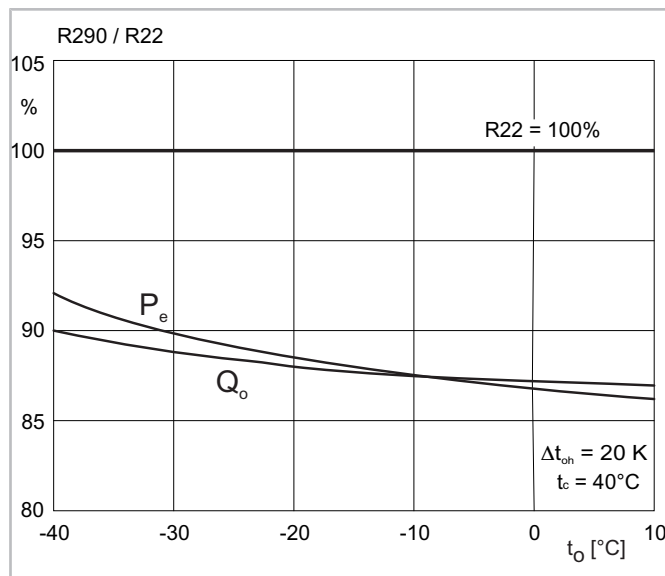
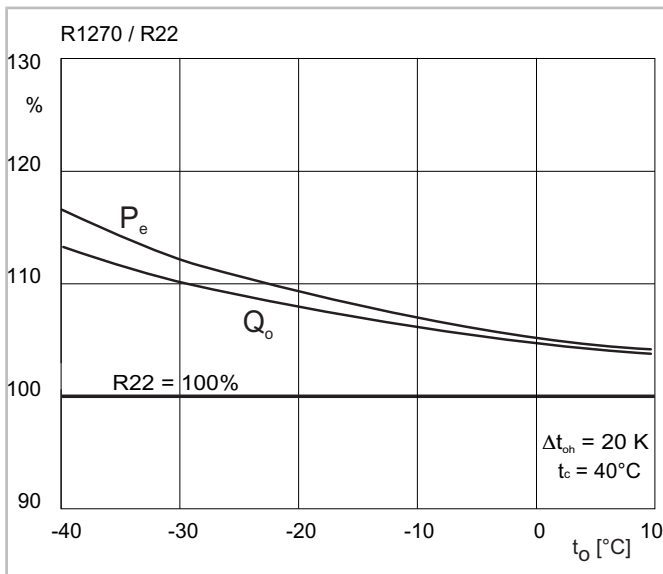

Fig. 7: Comparaison des performances R290/R22 pour compresseurs à piston hermétiques accessibles refroidis par gaz d'aspiration
Fig. 8: Comparaison des performances R1270/R22 pour compresseurs à piston hermétiques accessibles refroidis par gaz d'aspiration
- En ce qui concerne les coefficients de performance (COP), R290 et R1270 ne diffèrent que peu de R22 (voir figure 7, page 39 et voir figure 8, page 40) et sont donc plus appropriés que R404A/R507A pour la réfrigération à moyenne température et la climatisation,.